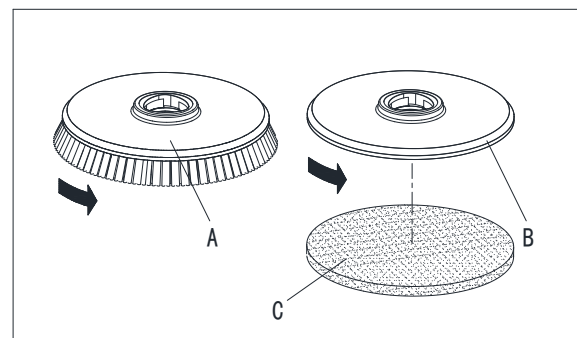

Abbildung 4
Installieren Sie entweder die Bürste (A, Abb. 4) oder den Pad-Halter (B und C, Abb. 4) entsprechend der Art des zu reinigenden Bodens.
1. Stecken Sie den Zündschlüssel (54) ein und schalten Sie auf "O".
2. Heben Sie das Deck an, indem Sie das Pedal (10) drücken.
3. Falls bestückt, drehen Sie den Geschwindigkeitsregler (56) auf Leerlauf, indem Sie ihn gegen den Uhrzeigersinn drehen.
4. Platzieren Sie die Bürsten (A, Abb. 4) oder den Pad-Halter (B) unterhalb des Decks (21).
5. Senken Sie das Deck auf den Bürsten/Pad-Halter, indem Sie das Pedal (10) drücken.
6. Drehen Sie den Zündschlüssel (54) auf "I".
7. Drücken Sie den Bürsten-/Pad-Halter und den Vakuumsystem-Schalter (60).
8. Drücken Sie einen der Bürsten/Vorwärtsgang-Schalter (50), um den Bürsten/Pad-Halter einzulegen, dann lassen Sie ihn los. Falls erforderlich, wiederholen Sie den Vorgang, bis der Bürsten/Pad-Halter aktiviert ist.